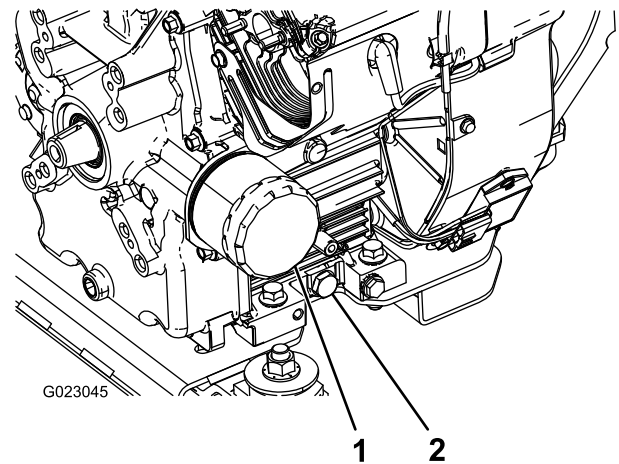

Figure 38
5. Enlevez le bouchon de vidange (Figure 38).
- Déposez le filtre à huile (Figure 38).
- Posez le filtre à huile de rechange sur l'adaptateur. Tournez le filtre dans le sens horaire jusqu'à ce que le joint rejoigne l'adaptateur, puis donnez ½ tour supplémentaire (Figure 38).